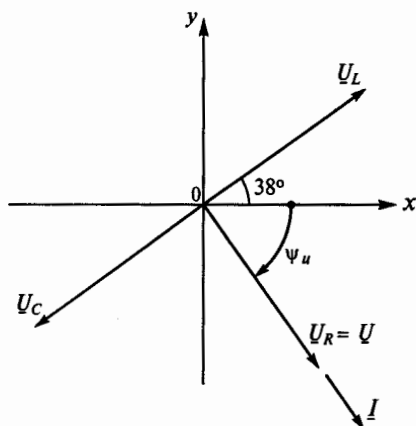

Рис. 281
**Решение 3.53.** Построим векторную диаграмму (рис. 281), где вектор  $U_L$  отложим на расстоянии  $38^\circ$  от оси  $x$  против часовой стрелки. Векторы  $U_L$  и  $U_C$  равны и противоположно направлены. Им перпендикулярен ток  $I$ . Поскольку цепь находится в режиме резонанса напряжений, то направления векторов  $U$  и  $I$  совпадают, а все напряжение прикладывается к резистору  $R$ .